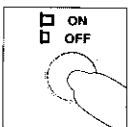
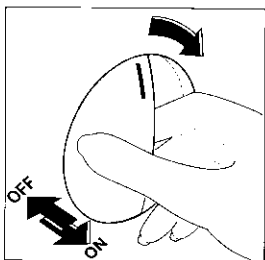
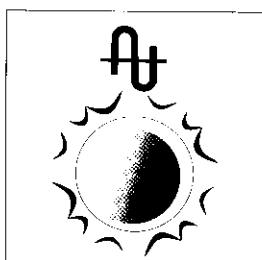

Fig. 22
Fig. 23
Fig. 25
- 17) Pour mettre en fonction la machine, tirez sur le bouton programmeur (P) (Fig. 23) ou dans le cas de machines pourvues de touche, appuyez sur le touche de fonctionnement (Fig. 22); le voyant s'allumera.
- 18) Si, accidentellement, vous dépassez la position voulue, interrompez le programme en appuyant sur le bouton programmeur (P) (Fig. 23) ou dans le cas de machines avec touche, appuyez sur la touche arrêt (Fig. 22). Tournez le bouton programme (P) dans le sens des aiguilles d'une montre jusqu'à ce que vous retourniez sur la position voulue. Tirez de nouveau le bouton programmeur (P) (Fig. 23) ou appuyez sur la touche de fonctionnement s'il est prévu (Fig. 22).
S'il n'y a pas d'eau dans la cuve, appuyez sur le bouton programmes (P) (Fig. 23), ou bien appuyez sur la touche arrêt, si prévu, et relâchez-la (Fig. 22).
Pour remettre en fonction la machine, tirez le bouton programmeur (P) (Fig. 23) ou dans le cas de machines pourvues de touche, appuyez sur la touche de fonctionnement (Fig. 22); le voyant s'allume (Fig. 25).
- 20) A la fin du programme de lavage la machine s'arrête sur une des références d'arrêt STOP du programmeur (P).
- 21) Appuyez sur le bouton programmeur (P) (Fig. 23) ou appuyez sur la touche arrêt (si prévu) et relâchez-la (Fig. 22).